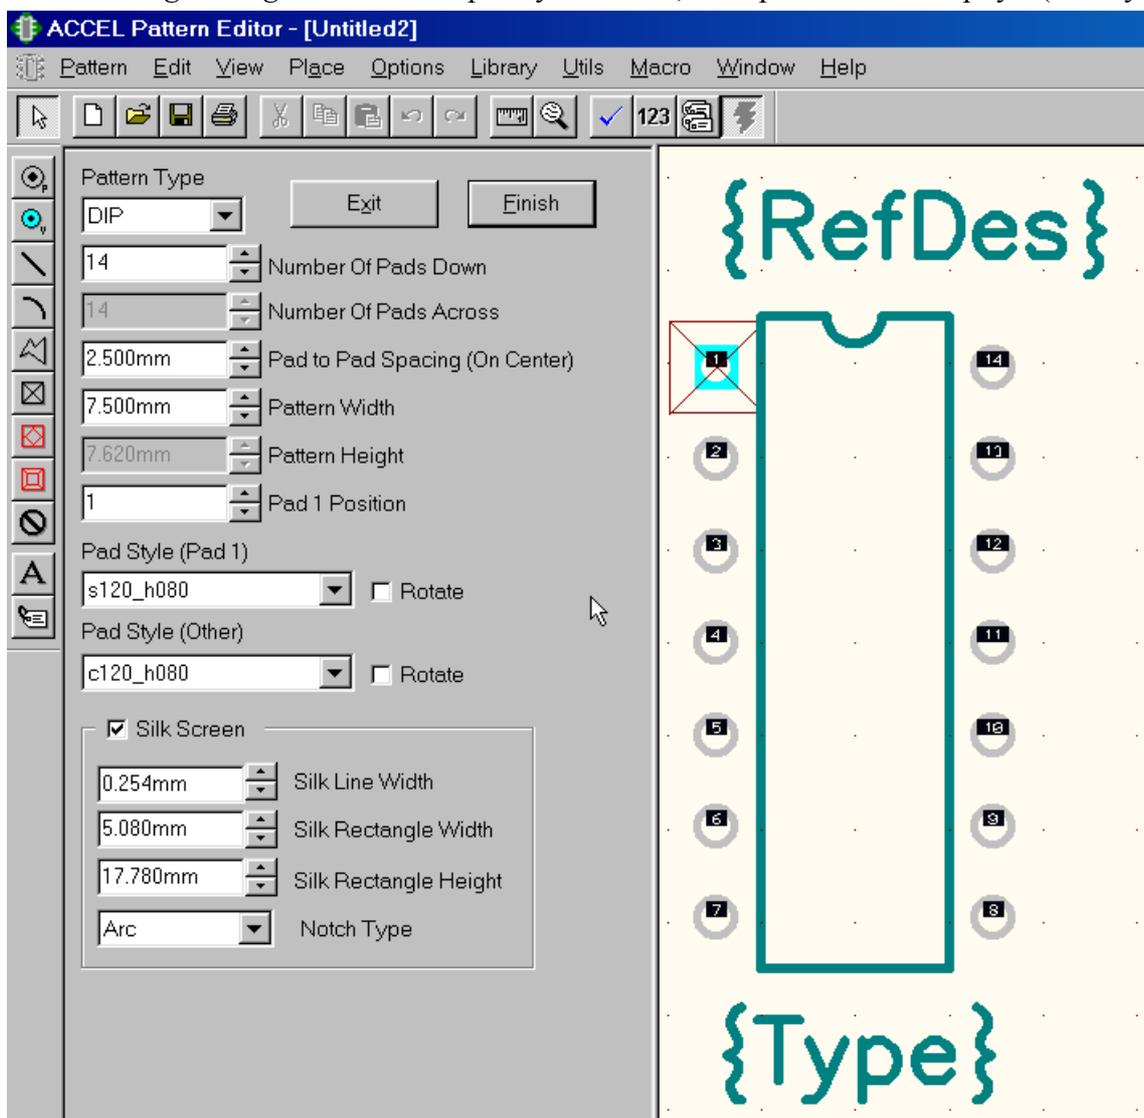

Рис. 8-22. Создание корпуса с помощью мастера
- 2) В окне Мастера (см. рис. 8-22) из раскрывающегося списка *Pattern Type* выберите тип корпуса *DIP*.
9) Установив все параметры, как показано на рис. 8-22, нажмите кнопку **Finish** для завершения работы Мастера.